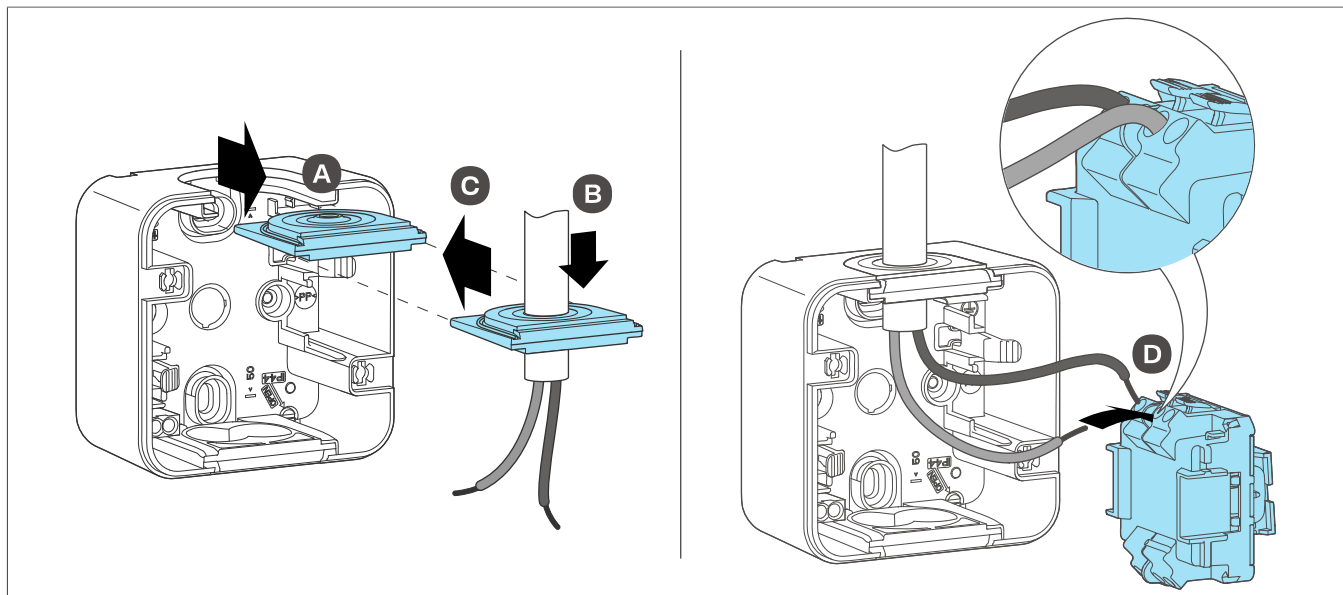

Fig. 9 : Entrée de câble (gauche) / Entrée de fil (droite)
- ❶ Retirez l'entrée de câble (6) haut/bas de la boîte saillie en fonction du fil posé A (Fig. 9, gauche).
- ❷ Poussez le fil à travers l'entrée de câble B et insérez à nouveau l'entrée de câble dans la boîte saillie C (Fig. 9, gauche).
- ❸ Câbler la phase et la ligne de charge avec le mécanisme (4) D (Fig. 9, droite).